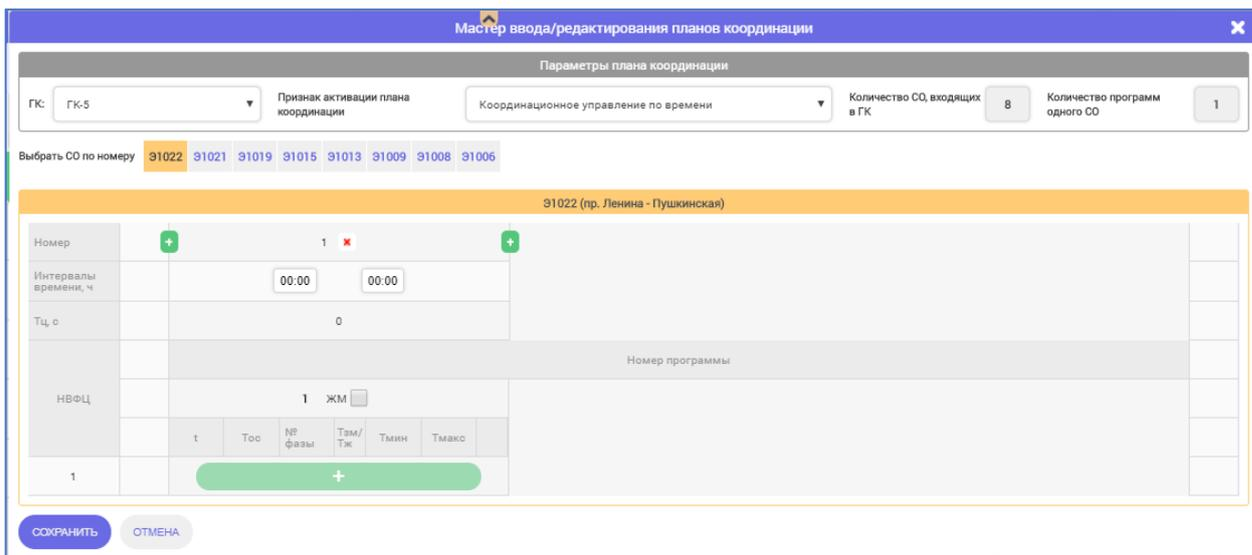

Рисунок 114 Координационное управление по времени
- Координационное управление по времени (Рисунок 114).